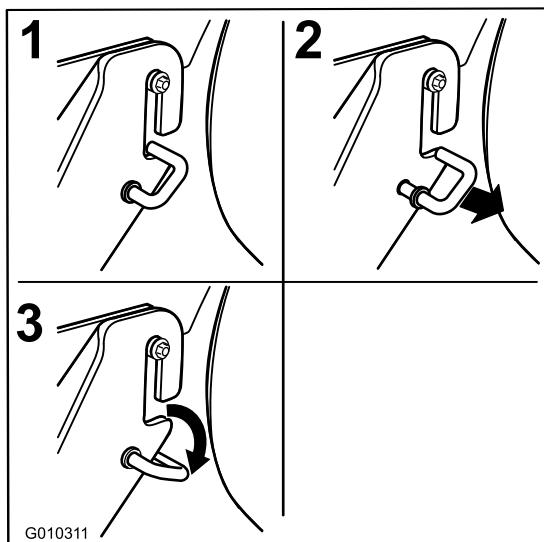

Figura 63
- Extraiga los ganchos a resorte de las ranuras de los soportes de las pletinas de suspensión en cada lado de la plataforma (Figura 63).